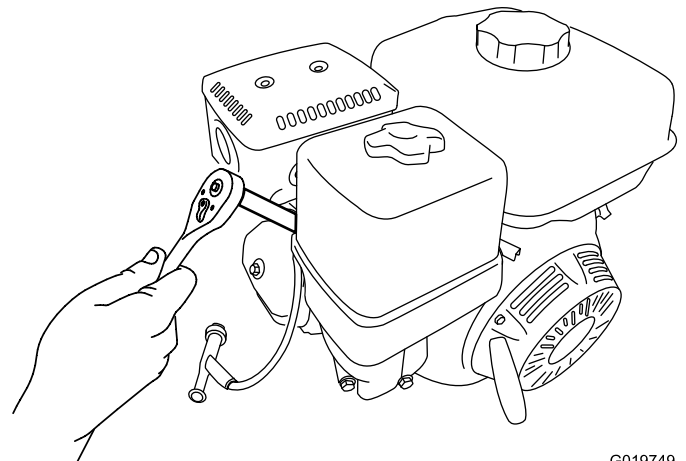

Figure 45
5. Avec une clé de 21 mm (13/16 po), tournez la bougie dans le sens antihoraire pour la déposer ainsi que la rondelle d'étanchéité (Figure 45).
- Avec une clé de 21 mm (13/16 po), tournez la bougie dans le sens horaire jusqu'à ce qu'elle soit en place avec sa rondelle d'étanchéité (Figure 45).